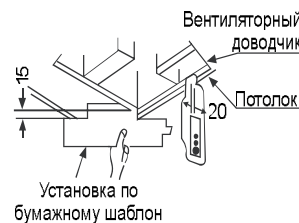
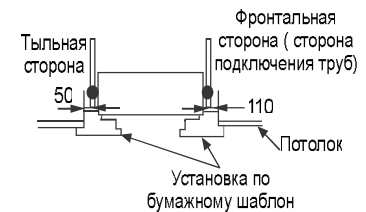

Рис. 7
Рис. 8
- Отрегулируйте положение вентиляторного доводчика таким образом, чтобы расхождение между краями отверстия в потолке и сторонами доводчика было согласно рис. 6, используйте калибровочные шаблоны для проверки монтажных зазоров смотреть рис. 7 и рис. 8.